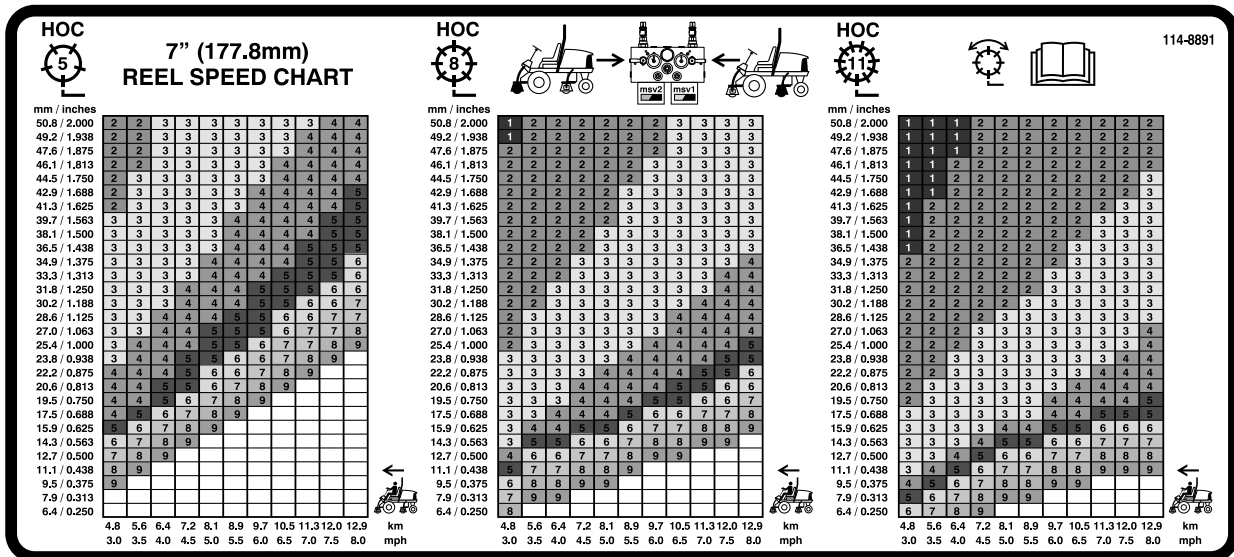

Figura 39
3. Usate lo schema opportuno sull'adesivo 110-0996 (Figura 39) per gli elementi di taglio da 7 poll. dei Reelmaster 5510 e 5610, o sull'adesivo 110-8923 (Figura 40) per gli elementi di taglio da 5 poll. dei Reelmaster 5210 e 5410 per determinare l'impostazione esatta della velocità dei cilindri.